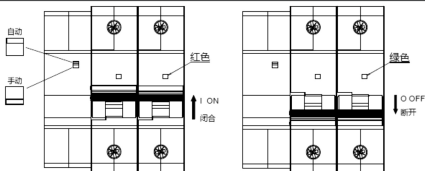

图3 产品手动、自动状态，闭合、断开状态指示
6.1 安装使用前先检查断路器标志与所使用的工作条件是否相符；通电前，先人为操作几次断路器，其机构动作应灵活、可靠、无阻滞现象。产品手动、自动状态，闭合、断开状态指示如下图3。